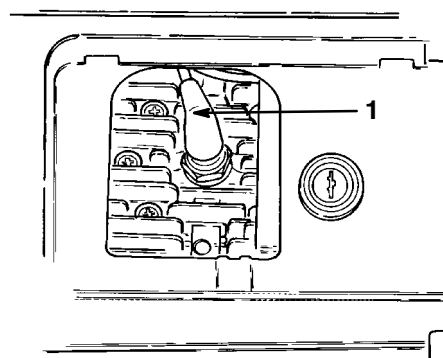

Figure 11
5. Débranchez la bougie (Fig. 11).
4. Débranchez et déposez la bougie (Fig. 11).
- Débranchez la bougie (Fig. 11).